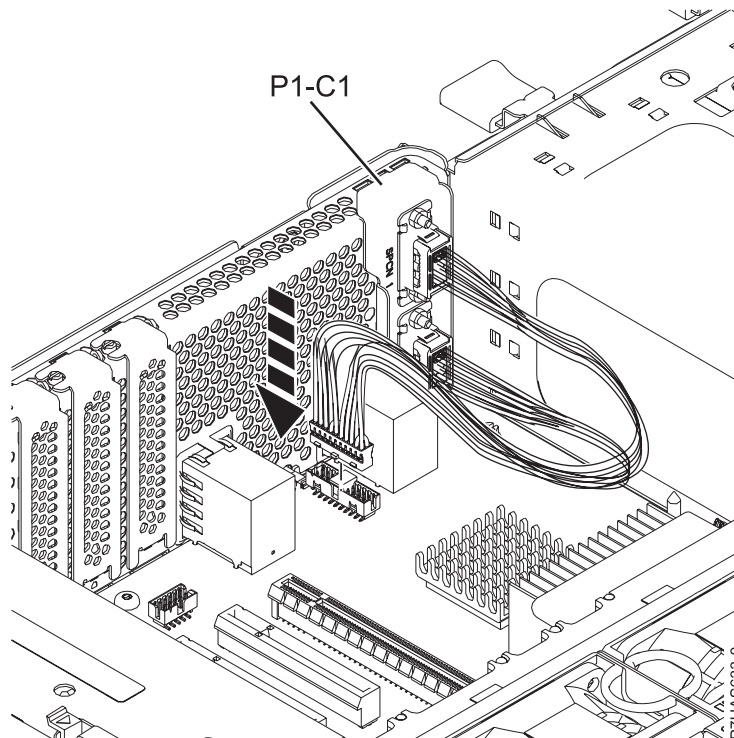

Figura 12. Sustitución del cable SPCN
- a. Sujete con cuidado el cable de SPCN de 2 puertos del FC EJOG (C), que se muestra en la Figura 12 en la página 14, por la parte superior del cabezal, y alinéelo con la ranura 1 de GX (P1-C1) que se abre en la parte posterior del chasis.
- c. Enchufe el otro extremo del cable en el conector de la placa del sistema, tal como se muestra en la Figura 12 en la página 14.